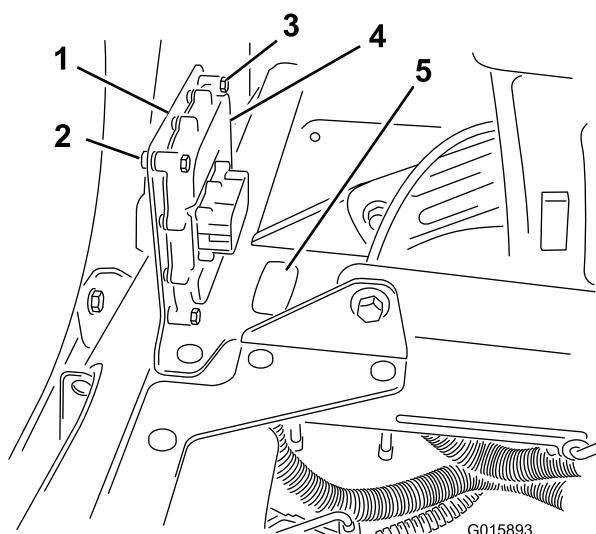

Figure 15
1. Retirez le cache amovible (Figure 15).
3. Avec les fixations existantes, posez le support de fixation sur l'armature du siège de la machine, entre et derrière les sièges (Figure 15).